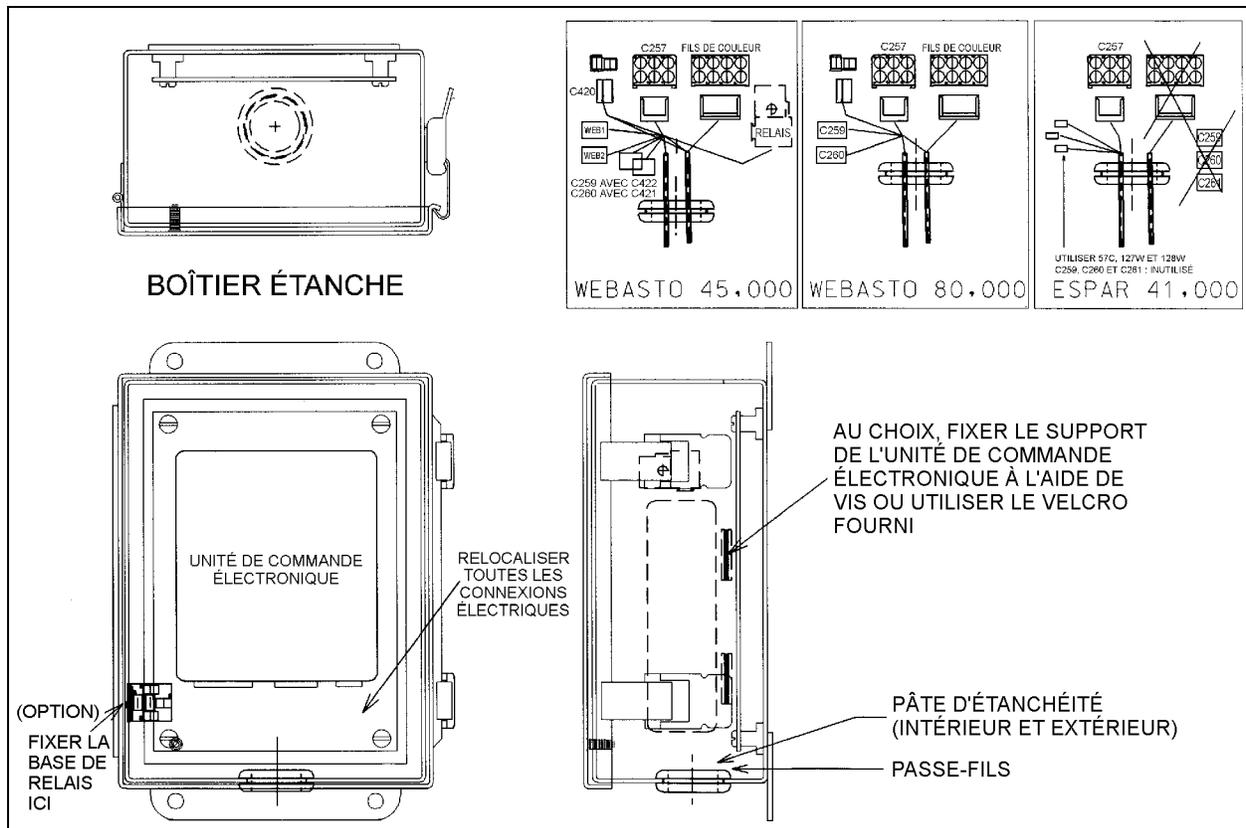

FIGURE 3
6. Fixer le relais (au besoin) sur le côté du boîtier (voir figure 3). Vérifier qu'il y a assez de graisse isolante de type «Nyogel» sur chaque borne avant de faire le branchement final.